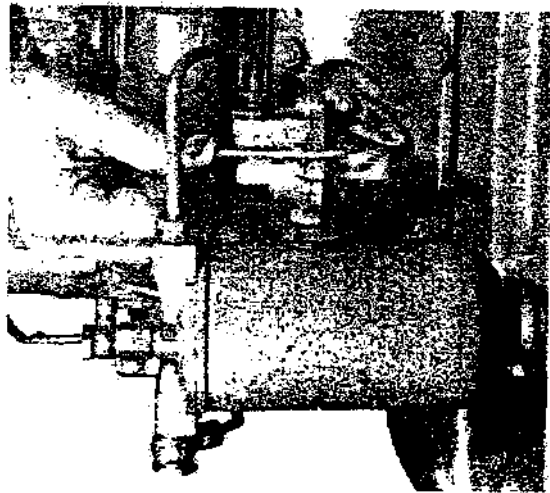

Fig. 16
- Accionar la palanca de cebado de la bomba elevadora de combustible (ver fig. 16).